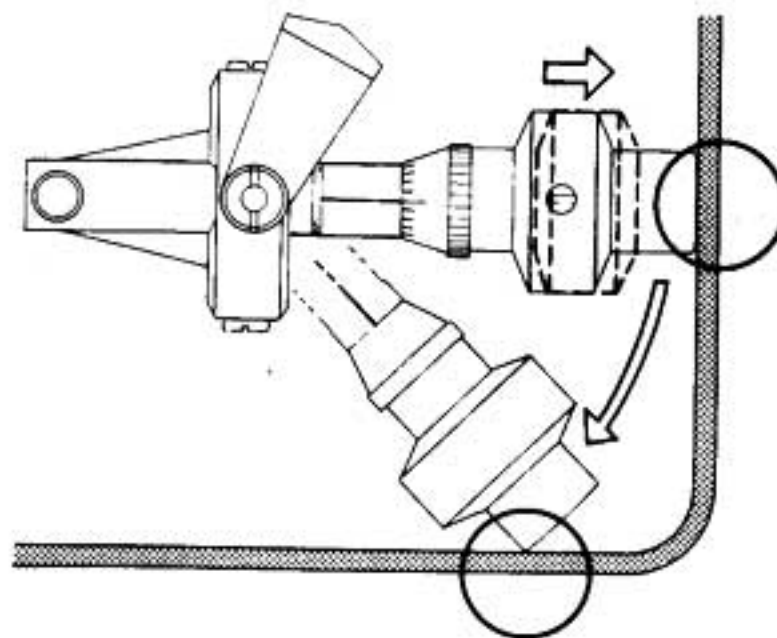

Fig. 20 Abb. 20
② In case the counterweight lies beyond the pointer line while adjusting horizontal balance or the rear of counterweight hits the dust cover while playing a record (Fig. 20), loosen the weight ring fixing screw and slide the weight backwards slightly. Secure the fixing screw and re-adjust the horizontal balance. Then adjust the tracking force again.
② Au cas où, soit le contrepoids sort de la ligne de repère tout en réglant l'équilibre horizontal, soit l'arrière du contrepoids touche le couvercle antipoussière lors de la lecture d'un disque (Fig. 20): Desserrez la vis de fixation de la bague du poids et déplacez-la un peu vers l'arrière. Serrez la vis de fixation et réglez à nouveau l'équilibre horizontal. Ensuite réglez à nouveau la force d'appui.
② Wenn das Gegengewicht während der Justierung der Horizontal-Balance aus der Bezugslinien-Markierung gelangt oder das Endstück des Gegengewichtes während des Abspielvorganges gegen die Abdeckhaube stößt (Abb. 20), lösen Sie die Gewichtstring-Befestigungsschraube und schieben sie etwas zurück. Anschließend ziehen Sie die Befestigungsschraube fest und justieren die Horizontal-Balance erneut. Zum Schluß stellen Sie die Auflagekraft wieder ein.